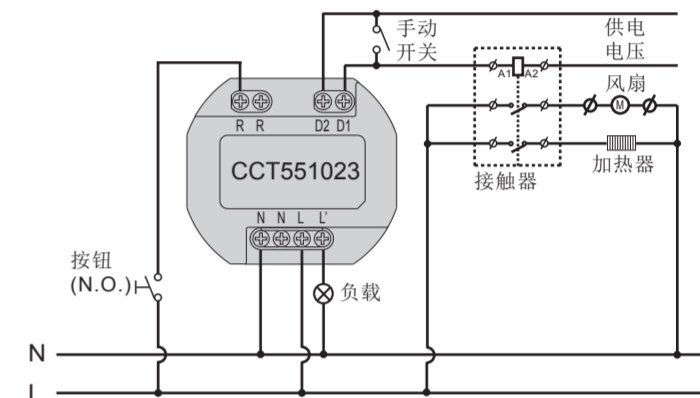
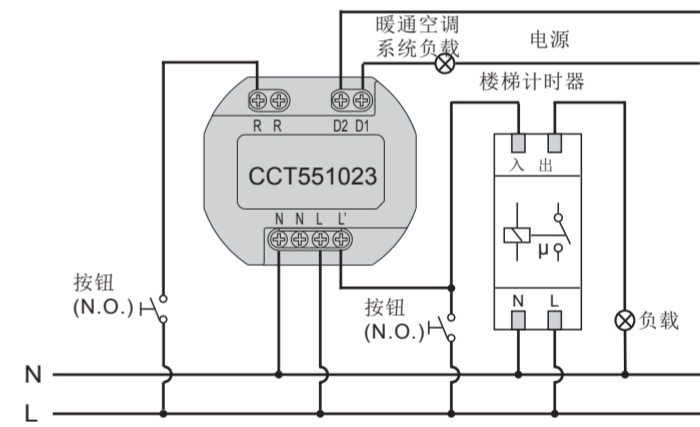
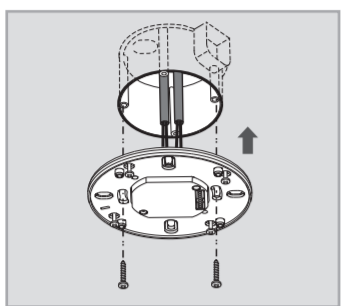
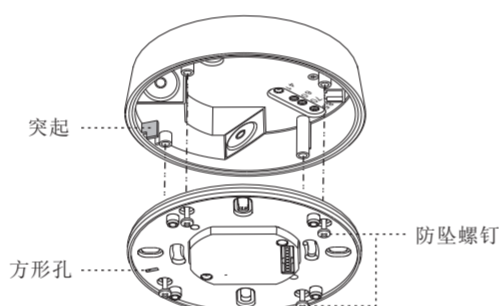

图 5
图 6
图 9
图 17
#### 4.3.1 CCT551023 用于标准应用 (见图 5)
#### 4.3.2 CCT551023 控制楼梯计时器开关 (时间 1 应设定为 $\sqrt{1}$ 秒) (参见图 6)
4.4.1.3 用两个螺钉，将电源盒固定在欧洲标准接线盒内（见图 9）。
4.4.2.3 请参见图 5 - 图 6 的插图说明，进行正确布线，然后拧紧电源盒盖。
4.4.3.5 参见接线图，以便正确布线连接（见图 5 - 图 6）。固定板上方形孔；将固定板放入接线盒时，请将凹槽对准接线盒的突起（见图 17），然后将感应器头按图 9 所示安装到电源盒上，再用已装上的 4 个防坠螺钉完成组装。